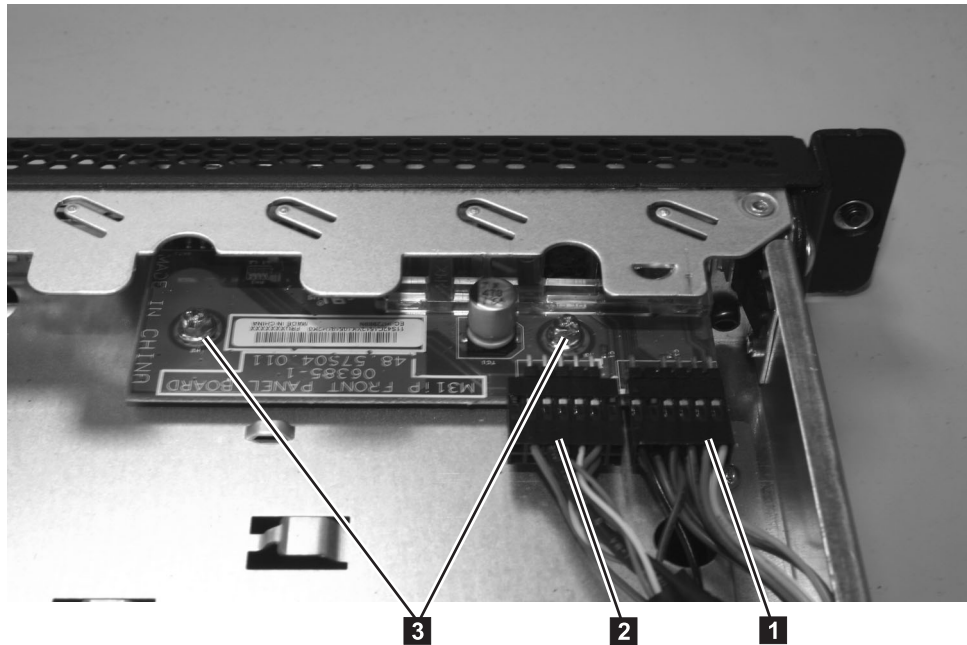

図 206. SAN ボリューム・コントローラー 2145-8A4 オペレーター情報パネル
5. オペレーター情報パネル を CD/DVD ベイ・ハウジングに固定しているねじ (254 ページの図 206 の **3**) を取り外します。
7. ライト・パネル・ケーブル **1** および USB ケーブル **2** を、オペレーター情報パネル・ボードから切り離します (図 206 を参照)。